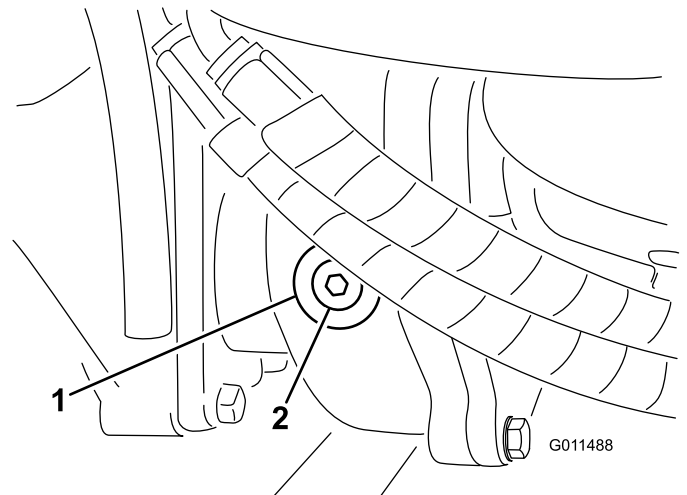

Figure 18
- Enlevez le bouchon de contrôle/remplissage du côté gauche du boîtier d'engrenages et vérifiez que le lubrifiant atteint la base de l'orifice (Figure 18).